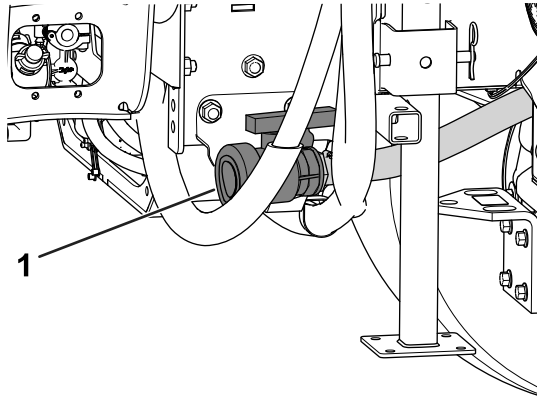

Figure 92
2. Trouvez l'emplacement du robinet de vidange de la cuve sur le côté droit de la machine (Figure 92).